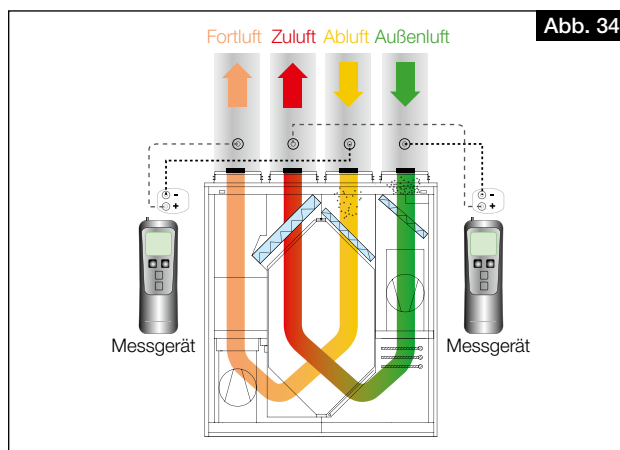

Abb. 34
1. Druckmessstutzen in der Zu- und Abluftleitung sowie der Fort- und Außenluftleitung des Gerätes installieren (s. Abb. 34).
① **Ca. 20 cm gerade Beruhigungsstrecke zum Messstutzen einhalten!**